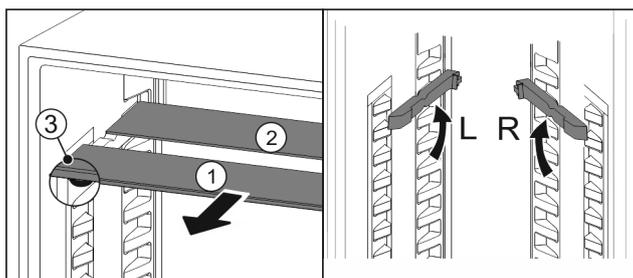

Fig. 85
- ▶ Extrageți Fig. 85 (1) pe rând plăcile de sticlă spre înainte.
- ▷ Placa de sticlă Fig. 85 (1) cu șipca decorativă se află în față.
- ▷ Opritoare Fig. 85 (3) indică în jos.